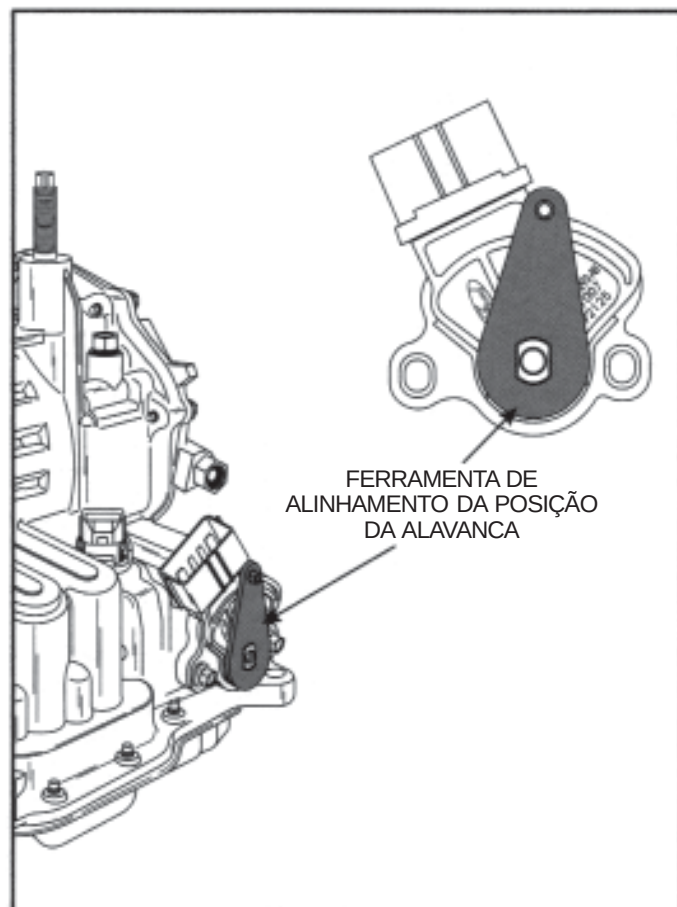

Figura 192
6. Instale a ferramenta de alinhamento da posição da alavanca 307-415, conforme ilustrado na Figura 192.
Obs.: A ferramenta de alinhamento deve ser instalada no eixo da alavanca manual e o pino guia dentro da cavidade do sensor da posição da alavanca (DTR) (Vide Figura 192).